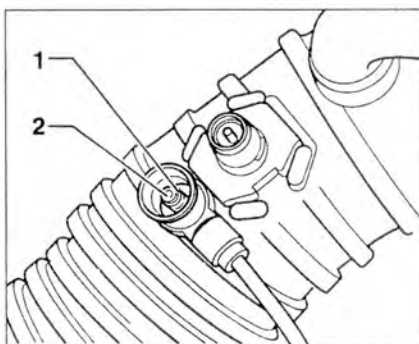

Рис. 2.83. Проверьте провода между тестером и 2-контактным разъемом на разрыв цепи, используя электросхему.
12. Проверьте провода между тестером и 2-контактным разъемом на разрыв цепи, используя электросхему (рис. 2.83): контакт 2 и гнездо 16 (синее), контакт 1 и гнездо 9 (синее). Сопротивление провода: 1.5 Ом.